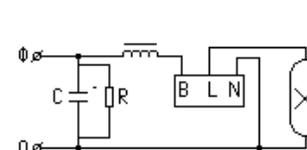

Рисунок 2
5.3 Подключение проводов сети производится к клеммной колодке на панели согласно схеме включения (рисунок 2 или 3), Заземляющий провод подсоединить к защитному зажиму на панели.